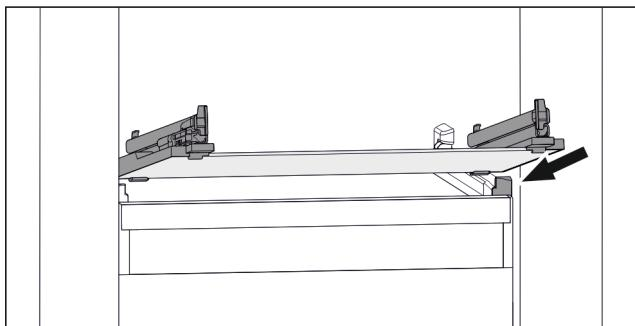

Fig. 115 Приближене відображення скляної пластини
- Встановити скляну пластину за стопорами навскоси. (див. Fig. 115)